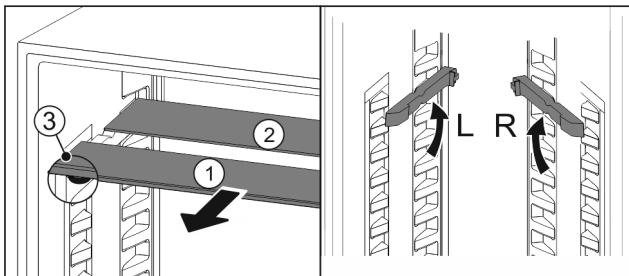

Fig. 71
- Extrageți Fig. 71 (1) pe rând plăcile de sticlă spre înainte.
- ▷ Placa de sticlă Fig. 71 (1) cu șipca decorativă se află în față.
- ▷ Opritoarele Fig. 71 (3) indică în jos.